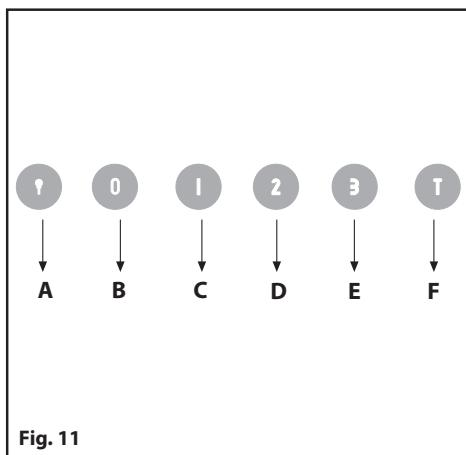

Fig. 11
- **Luminosi** (Fig.11) la simbologia è di seguito riportata: